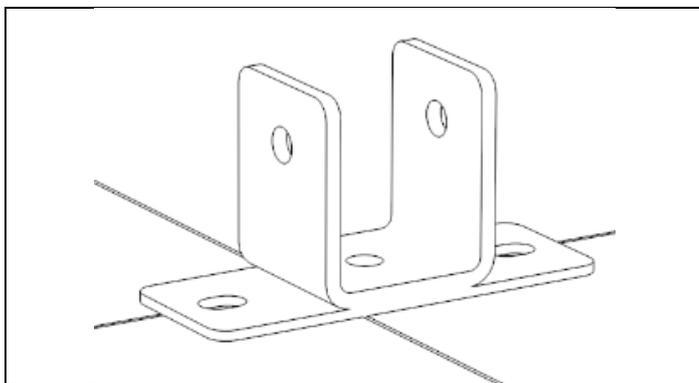

Figura 16
- Ora segnare a terra i fori dei pannelli (C2) per ogni gamba (figura 16).